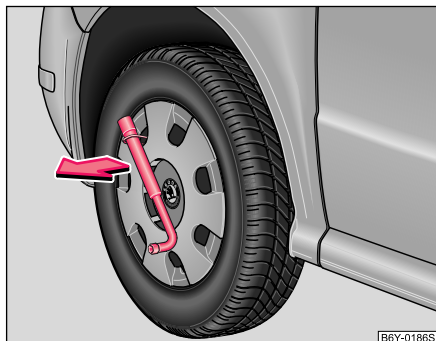

Abb. 142 Radvollblende ausbauen
- Schieben Sie den Radschlüssel durch den Bügel, stützen Sie den Radschlüssel an dem Reifen ab und ziehen Sie die Blende ab ⇒ Abb. 142.